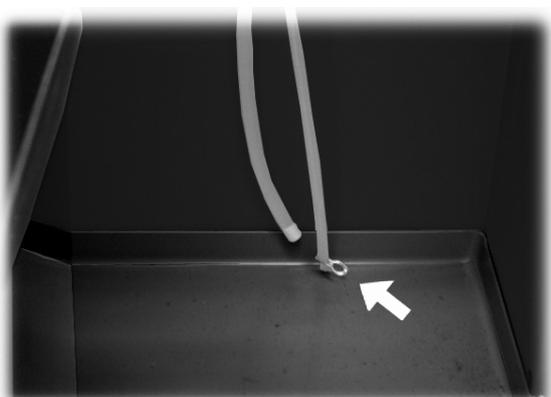

Abb. 99
- die Wasserleitung leeren. Die Feder vom Schlauch abziehen (Abb. 99) und das Wasser in einen Behälter leiten. Erst wenn der Schlauch vollständig geleert ist, die Feder wieder in ihrer ursprünglichen Position anbringen.